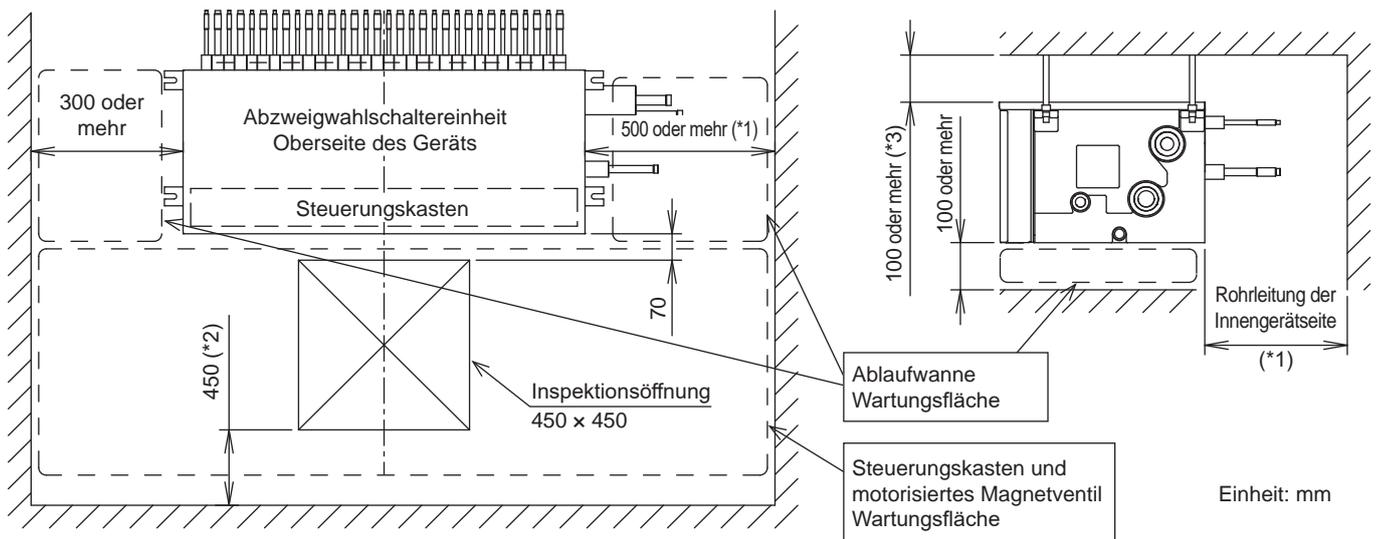

Abb. 1
- Es muss ausreichend Platz vorhanden sein, um Installations- und Wartungsarbeiten durchzuführen (siehe Abb. 1).